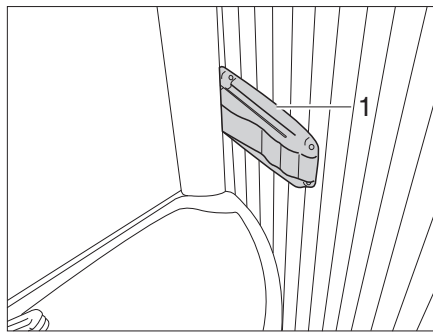

Bild 344 Vario-toalett, spärr till duschkabin
- Tryck in spärren (Bild 344,1) till höger på tvättstället och drag lätt i tvättstället. Tvättstället flyttas framåt med bakväggen.